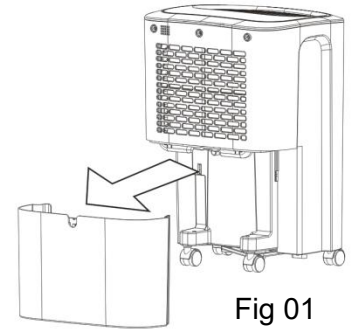

Fig 01
1. Tag vandtanken ud som vist i Fig. 01 og hæld vandet ud.